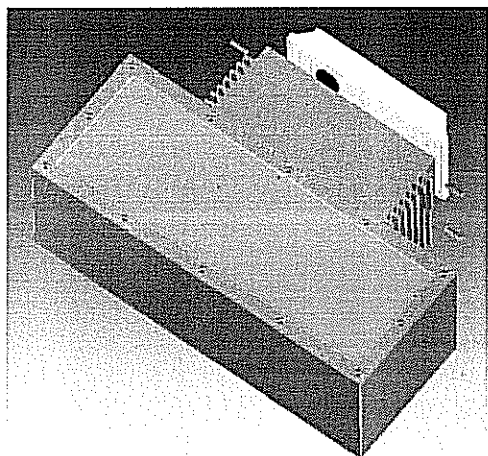

FIG.4
-Agganciare l'apparecchio alla piastra e serrare i 4 grani FIG.4
-Attach the fitting to the plate and tight the 4 grains FIG.4